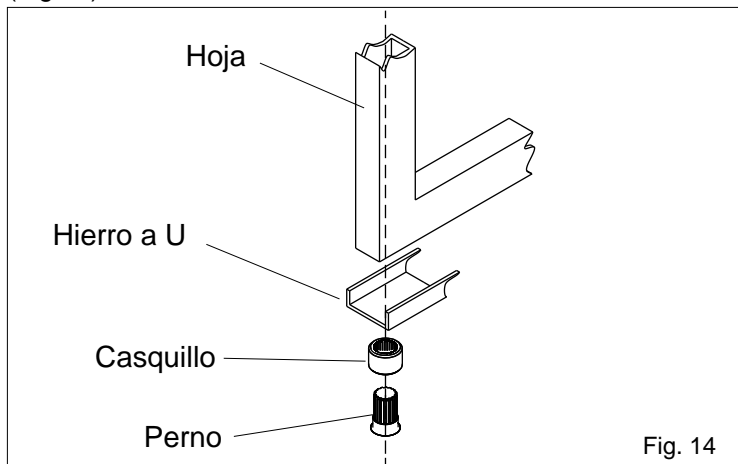

Fig. 14
4.2. volver atrás de acerca de 5° y soldar el casquillo al hierro a U, no en dotación, con el equipo, y a la hoja de la cancela (Fig.14).